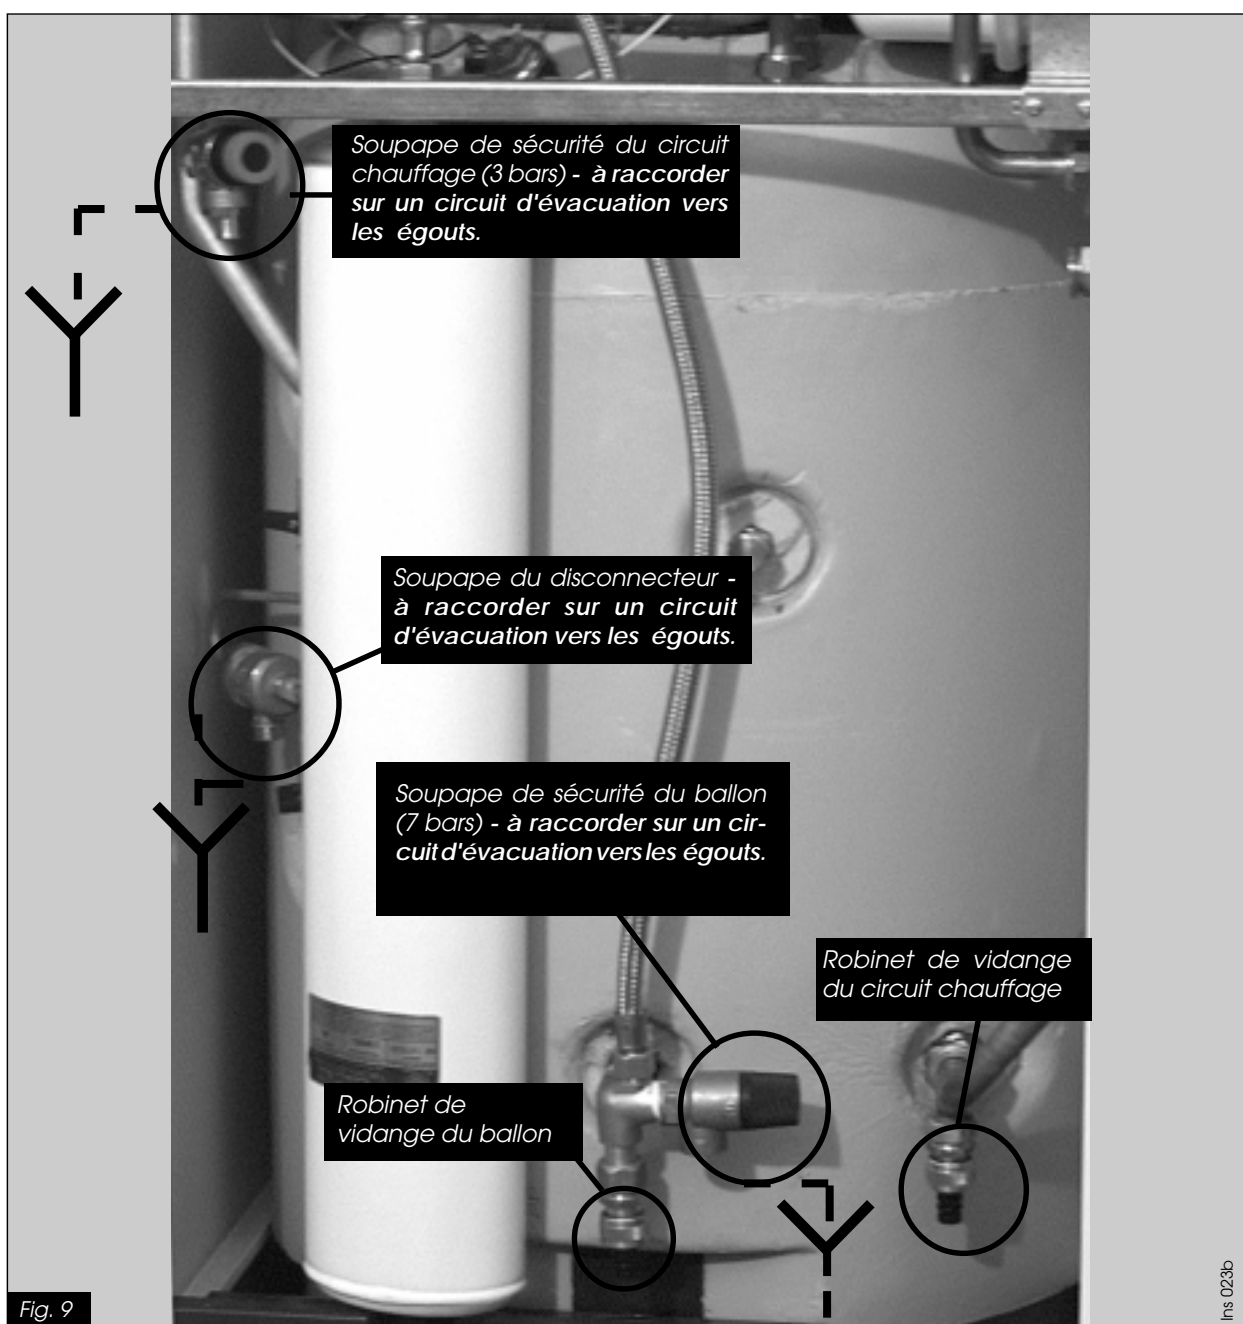

Fig. 9
- Le circuit d'évacuation de la soupape de sécurité (fig. 9) devra comporter un dispositif qui rende visible l'écoulement de l'eau .